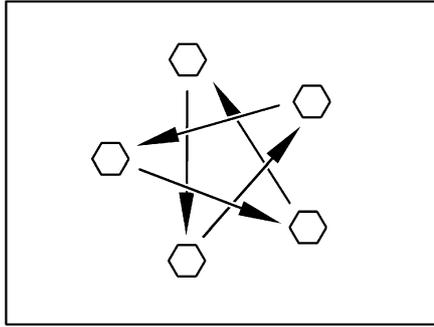

Bild 271 Radmuttern oder Radschrauben über Kreuz anziehen
- Radmuttern oder Radschrauben regelmäßig auf festen Sitz prüfen. Radmuttern oder Radschrauben eines ausgewechselten Rades nach 50 km über Kreuz nachziehen (Bild 271).
- ▷ Radmuttern oder Radschrauben über Kreuz anziehen (Bild 271).